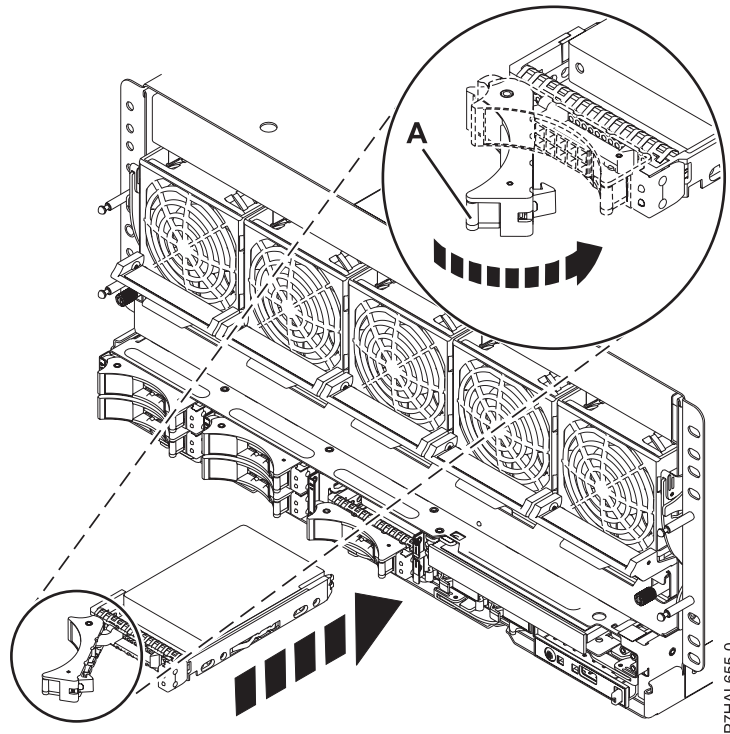

Figura 1. Instalación de una unidad de disco en el sistema
7. Cuando el LED de identificación se encienda de manera fija, deslice la unidad hasta el fondo del sistema o de una unidad de expansión y empuje hacia adentro el asa de la unidad hasta que quede encajada. Consulte la Figura 1 que muestra la instalación de una unidad en el sistema.